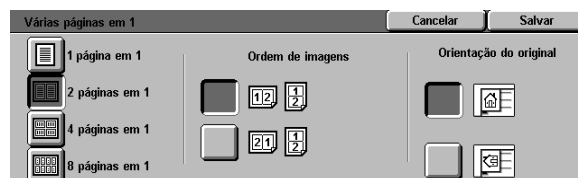
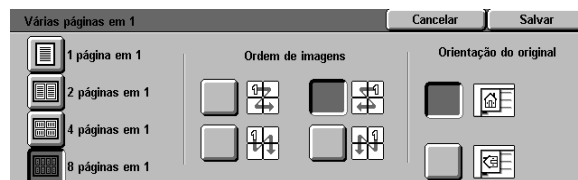

Figura 7: tela de detalhes 2 páginas acima
Figura 8: tela de detalhes 4 ou 8 páginas acima
- 2 Toque em um dos ícones a seguir para exibir a tela de detalhes adequada, ilustrada na Figura 7 e Figura 8: